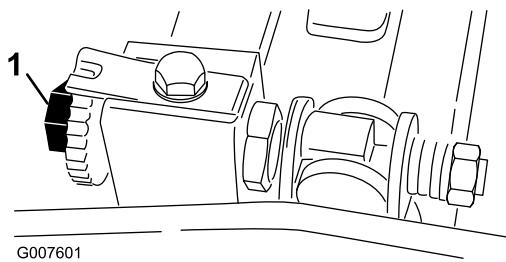

Figura 39
- Não deixe que haja contacto com o cilindro, rodando os parafusos de ajuste da barra de apoio no sentido contrário ao dos ponteiros do relógio (Figura 39).
de ajuste da barra de apoio no sentido dos ponteiros do relógio na mesma extremidade do cilindro, uma posição de cada vez, até que o papel esteja ligeiramente apertado, quando inserido pela parte dianteira, paralela à lâmina de corte, o que resulta num ligeiro puxão quando o papel é empurrado (Figura 39).